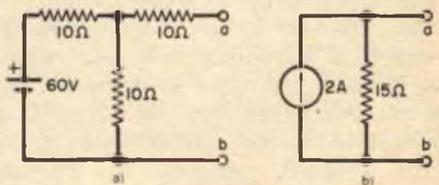

Fig. 37
**Esempio 30** - Per il circuito della fig. 37-a disegnare l'equivalente Norton trovando
$I_{SC}$  direttamente. Soluzione: cortocircuitando i terminali  $a$  e  $b$ , la corrente totale è  $60 / (10 + 10 // 10) = 4$  A.  $I_{SC} = 4 \times 10 / (10 + 10) = 2$  A. Ponendo a zero la sorgente di 60 V,  $R_{TH} = 10 // 10 + 10 = 5 + 10 = 15 \Omega$ . Il circuito equivalente Norton è rappresentato nella fig. 37-b. ★